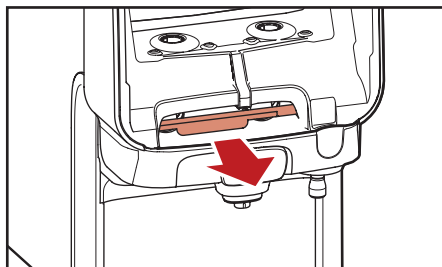

図5.3 - リリースバー(赤)を引く
3. 抽出ユニットを開けるため、リリースバー(赤)を引き出します(図 5.3)。
- a. 抽出ユニットを開けるため、リリースパー (赤) を引き出します (図 5.3)。